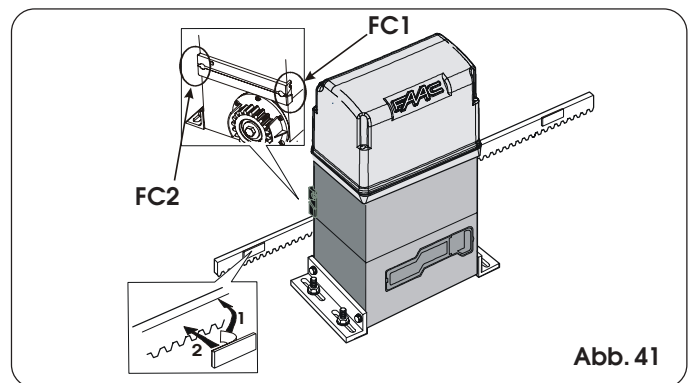
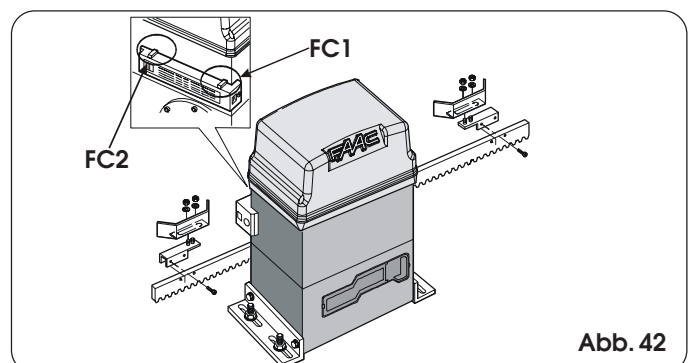

Abb. 41
Abb. 42
Der Antrieb 844 ist mit einem Endschaltersensor ausgerüstet, der den Durchgang eines auf der Zahnstange angebrachten Bezugselements erfasst und den Stillstand des Tors steuert. Die Vorrichtung kann vom Typ MLS sein (Abb. 41) oder induktiv (Abb. 42).
entfernen (Abb. 41 Bez. 1) und diese mit dem Klebestreifen in Kontakt zur Zahnstange erneut positionieren (Abb. 41 Bez. 2).
- 1) Den Endschalter montieren. Dabei ist das Feinblech mit Bezug auf die Gewindebolzen der Halterung zu zentrieren. (Abb. 42)
- 2) Die Motorwelle mit einem Engländer festgespannt halten und die Einstellung mit Hilfe der Einstellungsschraube der Kupplung mit einem Inbusschlüssel oder einem Schraubenzieher gemäß Abb. 42 bez. vornehmen.